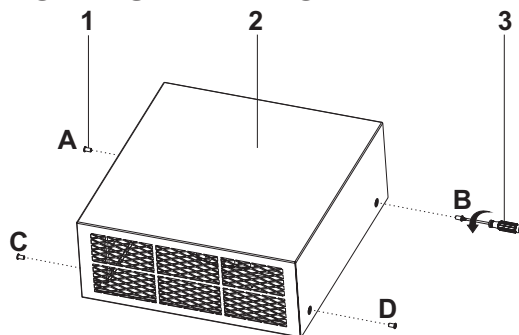

Fig. 6:
Skruva ut skruvarna på motorkabinettet vid punkterna A, B, C, D (1) med en skruvmejsel (3) i pilens riktning (Fig. 6).
Montera motorkabinettet på motorn vid punkterna A, B, C, D (sid 12 Fig. 6).